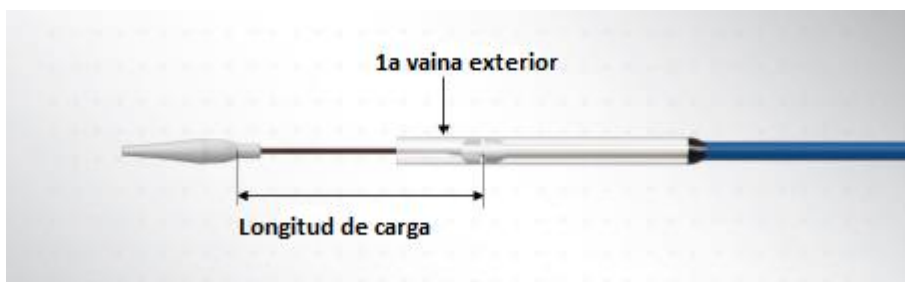

Figura 5. Comprobar apertura de la 1ª vaina exterior
- 2) Retire la bolsa interior, gire la perilla en el sentido de las agujas del reloj con el control deslizante del sistema de administración fijado en la caja interior y compruebe si la primera vaina exterior está abierta para exponer el 60~70 % de la longitud de carga de TPV (Figura 5).